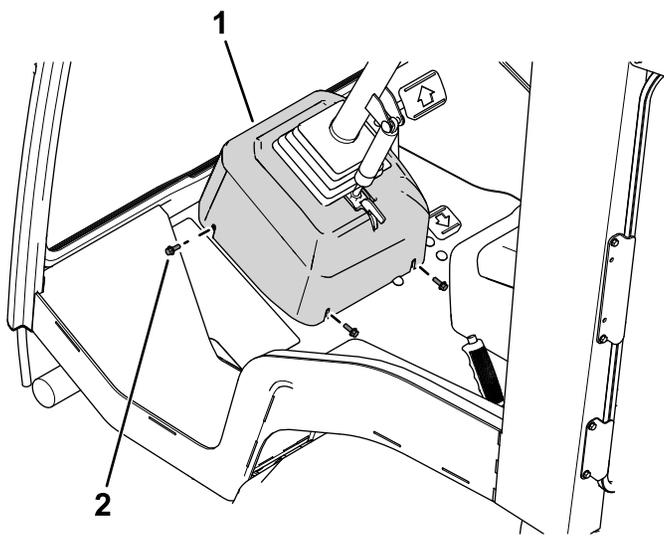

Figura 9
9. Instale la cubierta de la columna de dirección (Figura 9).